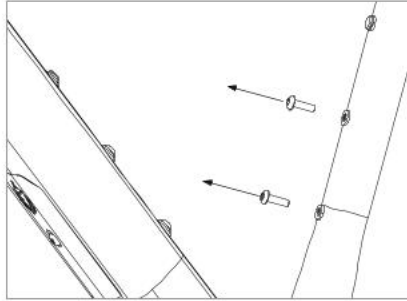

Figure 13
2. Utilisez une clé hexagonale de 4 mm pour retirer les vis du porte-bidon du cadre (figure 13).